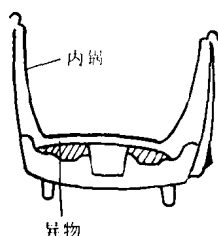

图 1-6 加热板与锅底之间不能有异物
① 在使用电饭锅前应仔细阅读使用说明书，熟悉其性能 and 操作方法。
② 使用前应先接好地线，以保证使用时的安全。
③ 插接电源时，应先把电饭锅锅身底部插销座插好，然后再把电源引线另一头的电源插头插入供电插座。
④ 将装好米的内锅放入外锅中时，应左右轻轻转动几下，以使内锅锅底与加热板完全吻合接触。
⑤ 加热板与内锅锅底之间，应保持清洁，不能夹杂有任何异物与污渍（见图1-6）。